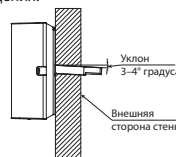

Рис. 4
- Установите угол наклона коронки таким образом, чтобы отверстие имело уклон 3–4° вниз в сторону улицы, как показано на Рис. 4, для того, чтобы осадки не смогли попасть с улицы внутрь помещения.